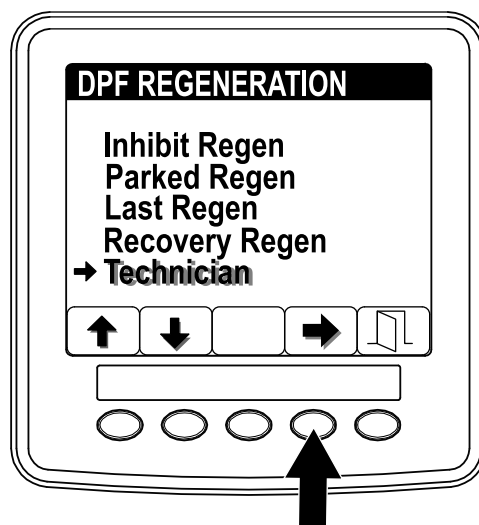

Рисунок 7
1. Перейдите к меню DPF Regeneration (Регенерация DPF) и нажмите кнопку 1 или 2 для прокрутки вниз к опции TECHNICIAN (Техник) (Рисунок 7).
2. Нажмите кнопку 4 для выбора позиции Technician (Техник) (Рисунок 7).